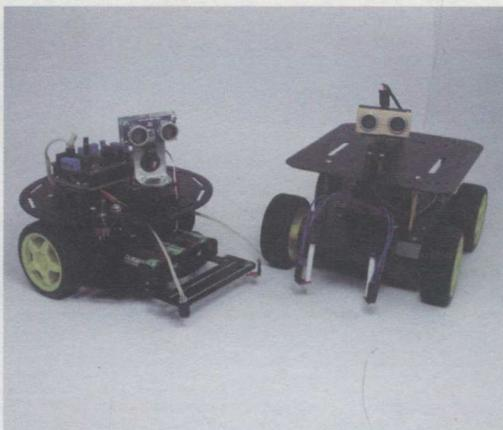

图 1-5
- 让机器人环顾四周，用舵机实现扫描，使机器人选择最佳的运动方向（见图 1-5）；